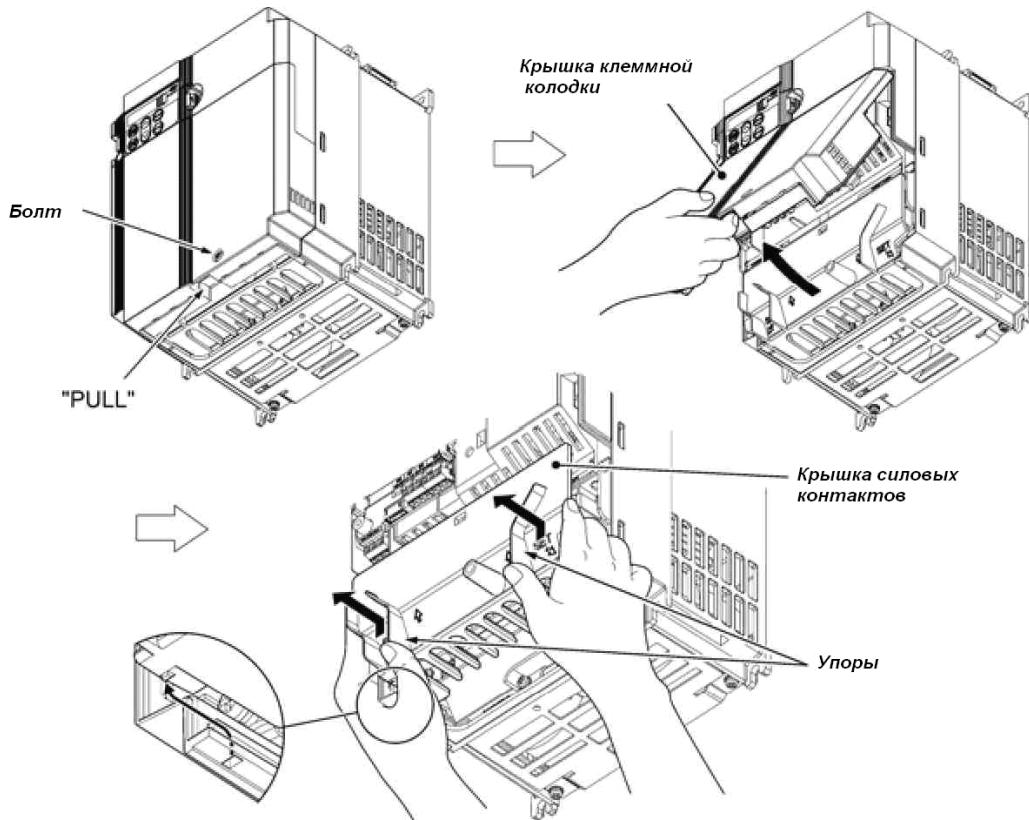

Рисунок 2.5 Снятие крышек (для ПЧ мощностью 5.5 и 7.5 кВт)
(2) Для ПЧ мощностью 5.5 и 7.5 кВт
- ① Чтобы снять крышку клеммной колодки, сначала ослабьте ее крепежный болт, затем поместите свой палец в выемку (с надписью "PULL") и потяните ее на себя.
- ② Чтобы снять крышку силовых контактов, поместите ладони на упоры крышки и потяните ее вверх, придерживая пальцами (рисунок 2.5.).